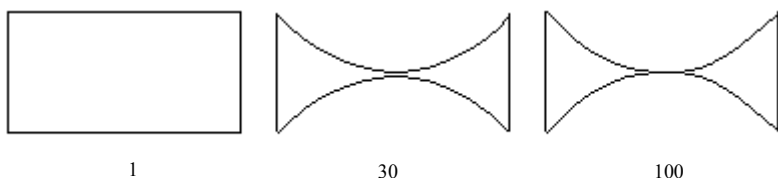

图 5.4.13 四边形网格 Jacobian Ratio (一)
- 对于任何一个矩形单元或平行四边形单元，不管是否含有中间节点，Jacobian Ratio 都为 1，图 5.4.13 所示的是 Jacobian Ratio 为 1、30、100 时的四边形网格 (一)。